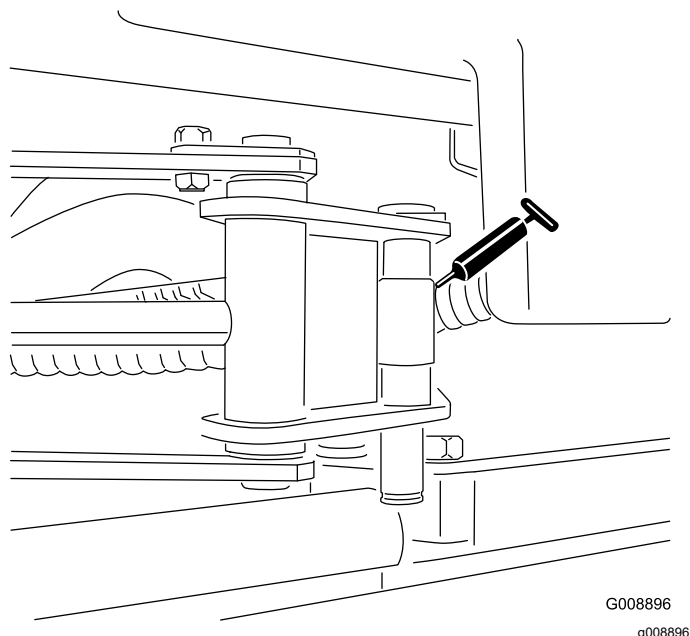

Bild 35
- 2 Ausleger-Zylinderenden (Bild 35)